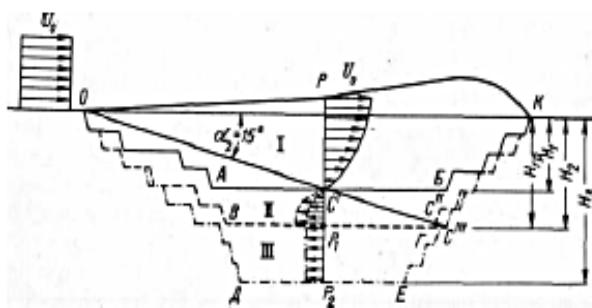

Рис. 2. Схема к определению основных этапов отработки карьера в зависимости от эффективности его естественного проветривания:
Основные этапы отработки карьера, исходя из схем его естественного проветривания могут устанавливаться графическим и аналитическим способами. Графический способ хотя и более трудоемок по сравнению с аналитическим, однако он более нагляден. Для решения этой задачи на плане карьера в отрабатываемом проектном контуре строятся характерные вертикальные профили, проходящие через его глубокую часть (рис. 2). Критерием оценки эффективности проветривания является безразмерная величина:
Из рис. 2 и формулы (1) следует, что при различном сочетании  $H_{\text{тр}}$  и  $H$  величина  $\bar{H}$  может иметь разные значения в диапазоне  $0 \geq \bar{H} \leq 1$ . Исходя из эффективности естественного проветривания с учётом влияния вредных примесей на уровень загрязнения атмосферы карьера, основные этапы его отработки соответствующим глубинам, определяемым величиной  $\bar{H}$ : первый этап —  $\bar{H} > 0$ ; второй —  $0,5 > \bar{H} > 0$ ; третий —  $\bar{H} < 0$ .
На первом этапе отработки объем  $OABKO$  (рис. 2) проветривается по прямоточной (при  $\beta_n \leq 15^\circ$ ) или рециркуляционно-прямоточной схеме (при  $\beta_n > 15^\circ$ ). При этом его большая часть находится в зоне действия прямых потоков воздуха, а рециркуляцией охвачен сравнительно небольшой объем ( $OAC'CO$ ), примыкающий к подветренному борту карьера. Вследствие этого загрязнения атмосферы не возникают или их уровень незначителен, а скорости воздушного потока у поверхности уступов и дна карьера при среднегодо-